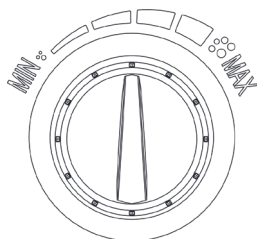

Рисунок 7. Схема регулювання концентрації мийного засобу у струмені води.
2. Відрегулювати концентрацію рідкого мийного засобу у вихідному струмені за допомогою спеціального регулятора (10, рис 1, рис. 7), розташованого на корпусі виробу.